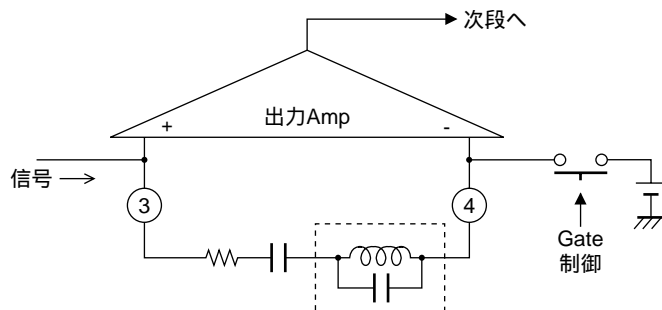

図7
- ・STEREO/BILINGUAL時にはSUBキャリア(31.5kHz)信号に加わる。しかし、ゲートをするとAC成分が相殺されるので、SUBキャリアも切れてしまう。このゲート動作が一定周期で継続する場合(ダイバーシティノイズ除去を行う場合等)、これが音(ノイズ)となって現れる。ただし、図7のようにコイル(SUBキャリア用補間コイル)を挿入することで対策を行うことができる。